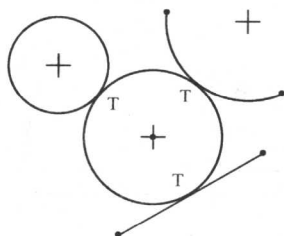

图 1-23 绘制相切圆
(1) 单击  按钮, 然后依次选择三个不同的圆、圆弧或直线等。
(2) 单击鼠标中键确认, 完成相切圆的绘制, 如图 1-23 所示。